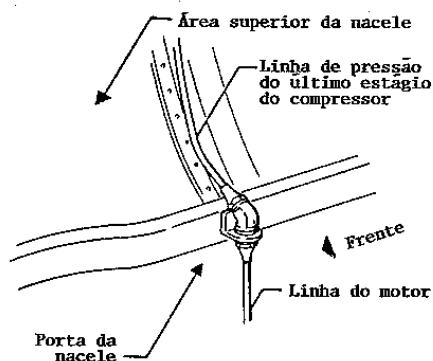

Figura 8-15 Descarga de pressão de turbina ("pickup").
(5) Desconectar a linha de pressão do último estágio do compressor ("pickup"). Ver a figura 8-15.